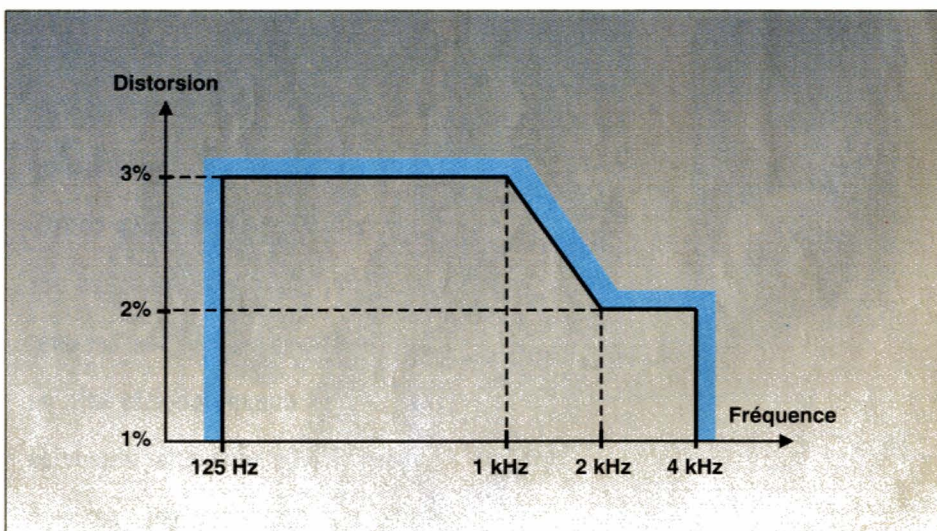

Figure 2 : Pour répondre aux normes NF Hi-Fi, la distorsion harmonique totale d'une enceinte acoustique doit prendre place à l'intérieur du gabarit ci-dessus.
• la distorsion harmonique totale pour une pression acoustique de 1 pascal à 1 mètre (1 Pa = 94 dB, avec 0 dB = $2 \cdot 10^{-5}$ Pa) doit demeurer à l'intérieur du gabarit de la figure 2.